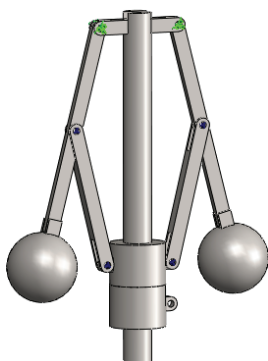

图 9-35 添加“固定铰链”夹具 2
STEP 9 同 **STEP 8** 操作，选择“臂杆 1”和“横杆 1”连接处的圆孔面添加铰链约束，如图 9-35 所示。